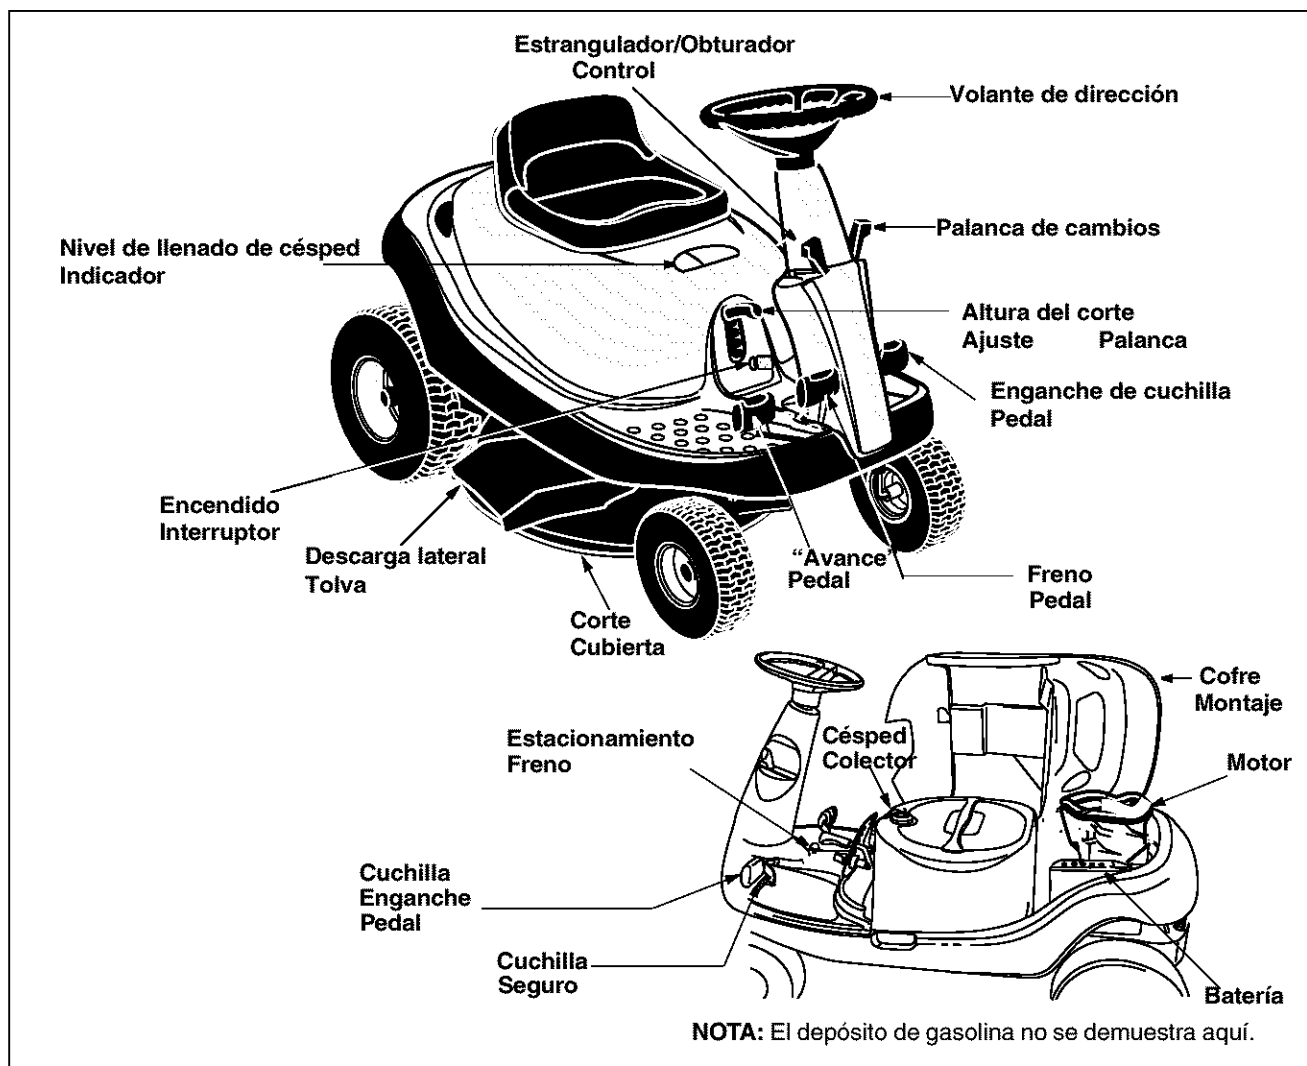

Figura 4
5. Asegúrese que el freno de mano no está colocado. Vea en Figura 4 la ubicación del freno de mano.
Compare las ilustraciones en Figura 4 con su unidad para familiarizarse con la ubicación de los distintos controles y ajustes.